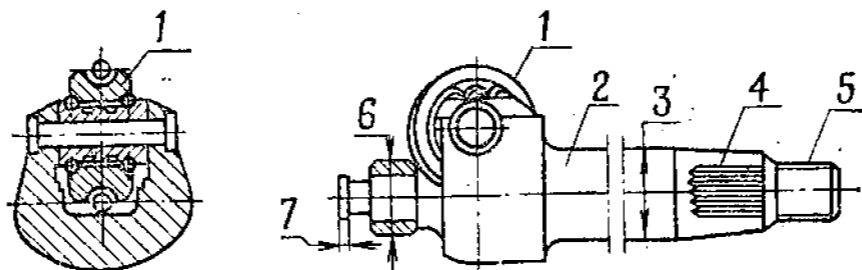

Рис. 147. Вал сошки рулевого управления с роликом в сборе
4. Вал сошки рулевого управления с роликом в сборе (рис. 147)